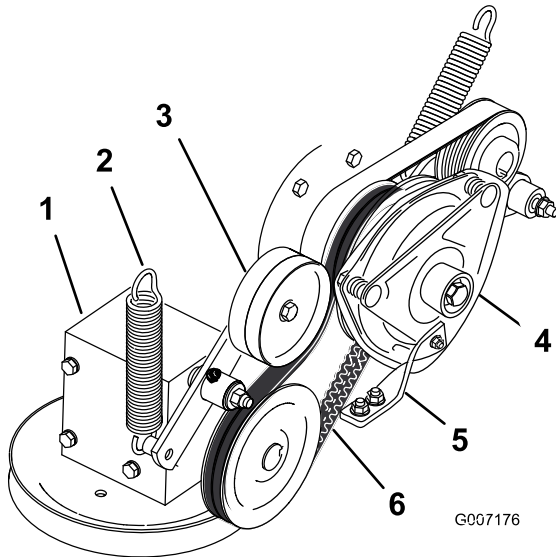

Bild 70
- Entfernen Sie die Feder vom Spannarm (Bild 70).
7. Verlegen Sie den neuen Zapfwellen-Treibriemen um die Kupplungs- und Getriebespannscheibe (Bild 70).
9. Haken Sie die Feder wieder in den Spannarm ein (Bild 70).